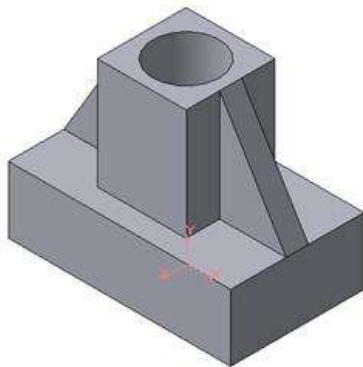

Рисунок 31 - Деталь с построенными ребрами жесткости
6. Для того чтобы скруглить вертикальные углы основания детали, используем кнопку  Скругление (рис.31), на панели свойств задаем радиус скругления 10 мм и указываем курсором ребро основания. Затем нажимаем кнопку Создать объект.